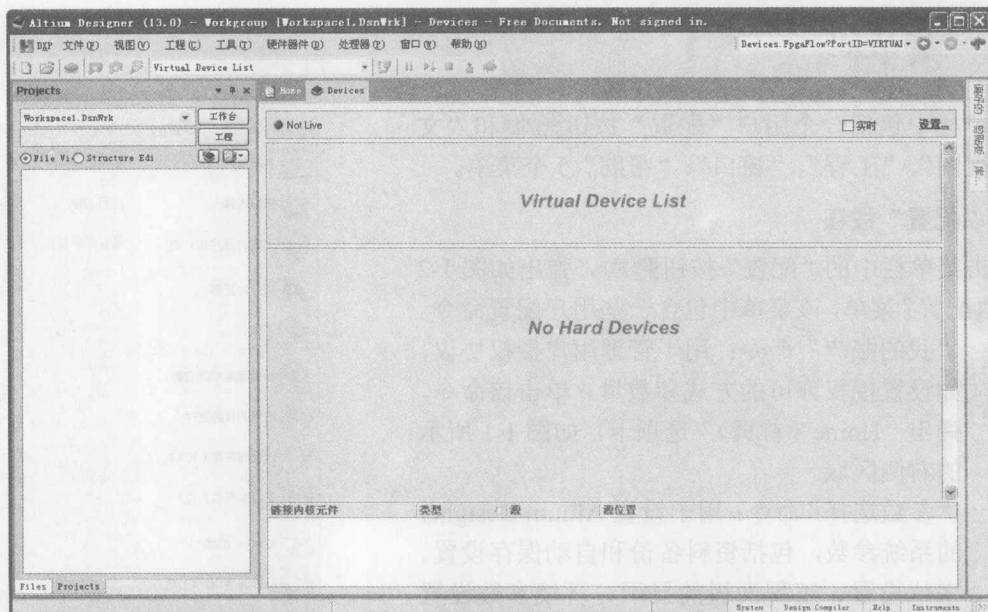

图 1-4 “Devices（配置）”选项卡
- “连接的器件”命令：单击该命令，在主窗口右侧弹出如图 1-4 所示的“Devices（配置）”选项卡，其中显示要连接的器件。单击右上角“设置”按钮，弹出“参数选择”对话框，自动弹出“FPGA-Devices View（FPGA 装置视图）”选项卡，如图 1-5 所示。